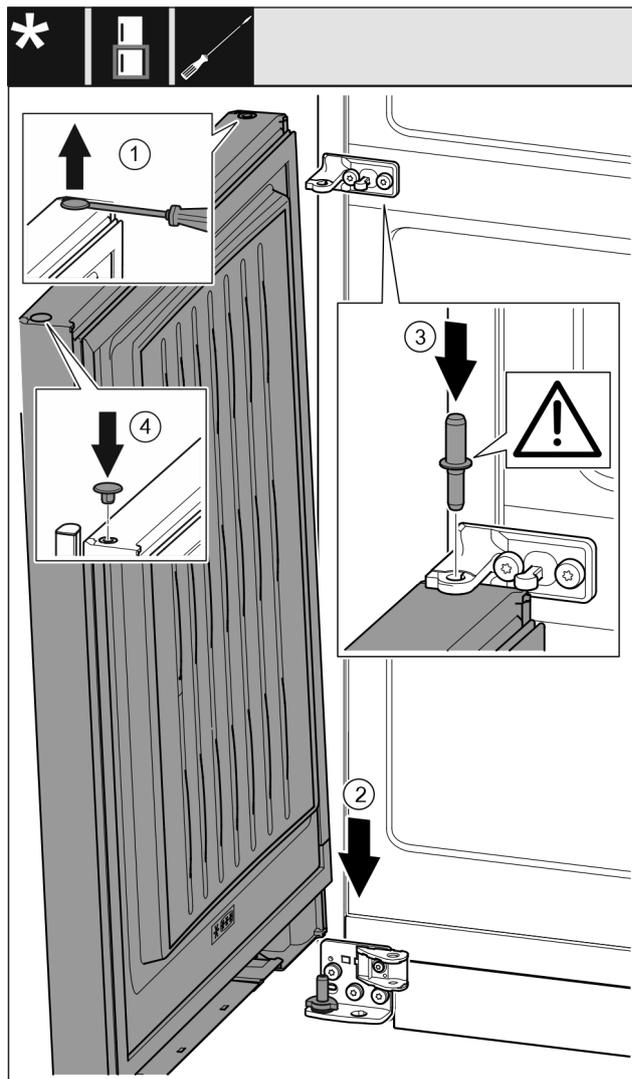

Fig. 41
- ▶ Ravnim odvijačem oprezno podignite čep i izvadite ga. Fig. 41 (1)
- ▶ Stavite vrata odozgo na donji svornjak ležaja. Fig. 41 (2)
- ▶ Umetnite srednji svornjak ležaja kroz srednji podložak ležaja u donja vrata. Pri tome pazite da je ispuščenje za blokiranje okrenuto prema otraga. Fig. 41 (3)
- ▶ Ponovo umetnite čep na drugoj strani vrata. Fig. 41 (4)